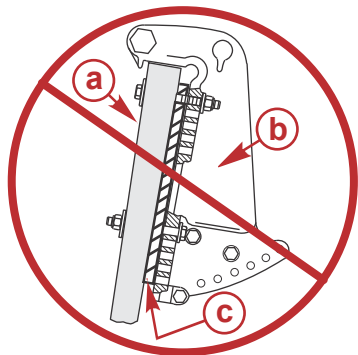

図4
3. トランサムクランプブラケットとトランサム(またはジャックプレート)の間にウェッジまたはプレートを取り付けないでください。図4を参照してください。